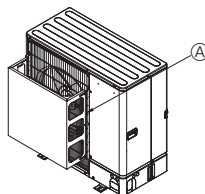

Fig. 2-5
② Ha olyan helyre szereli az egységet, ahol tájfúvó vagy egyéb ok miatt erős szél fújhatna be a levegőkiáramló nyílásba, szereljen fel külön kapható légtérrelőt. (Fig. 2-5)